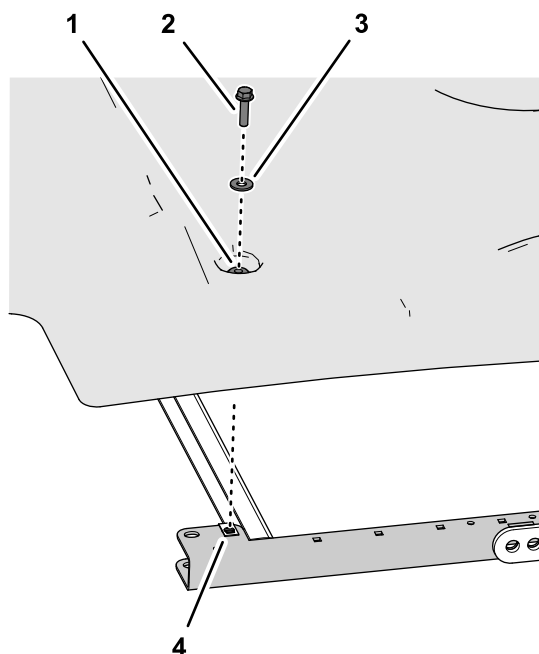
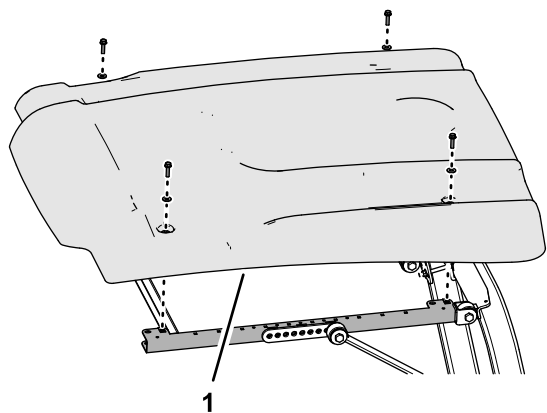

Figura 2
Figura 1
1. Remova os quatro parafusos de cabeça flangeada (5/16 x 1¼ pol.) e quatro anilhas (5/16 pol.) que prendem o toldo aos canais da estrutura lateral (Figura 1 e Figura 2).